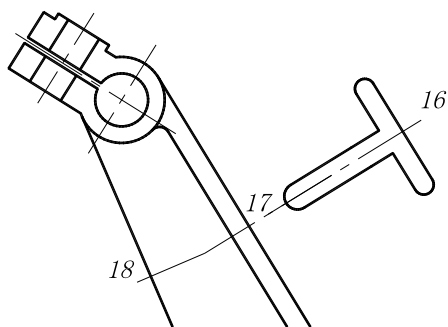

图 7-25 对齐
(9) 利用对齐命令将断面图轮廓线旋转角度, 如图 7-25 所示。